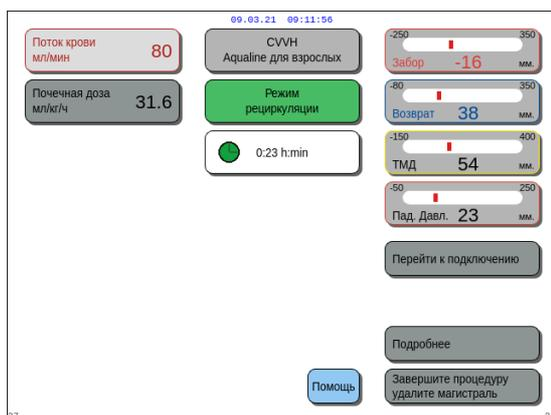

Рис. 119
1. Выберите и подтвердите *Перейти к подключению* (рис. 119).
1. Выберите и подтвердите *Завершите процедуру удалите магистраль* (рис. 119).